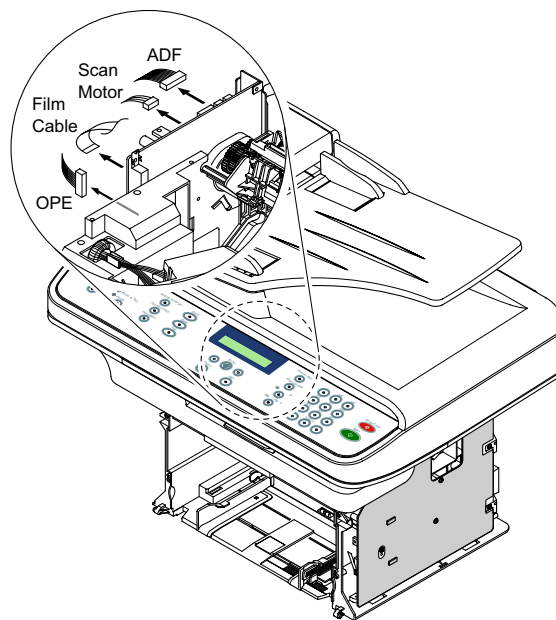

Рисунок 2
5. Отсоедините три разъема (ADF, двигатель сканера, OPE) и кабель CIS, рисунок 2.